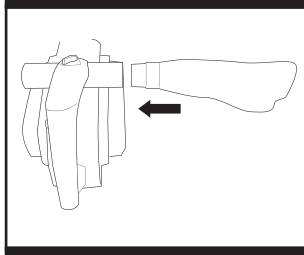
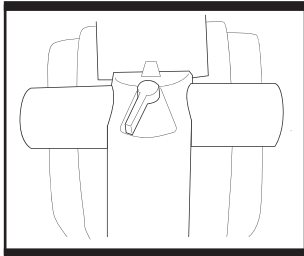

Fig. 2
Fig. 3
2. DUST COLLECTION BAG (Fig. 2 & Fig. 3)